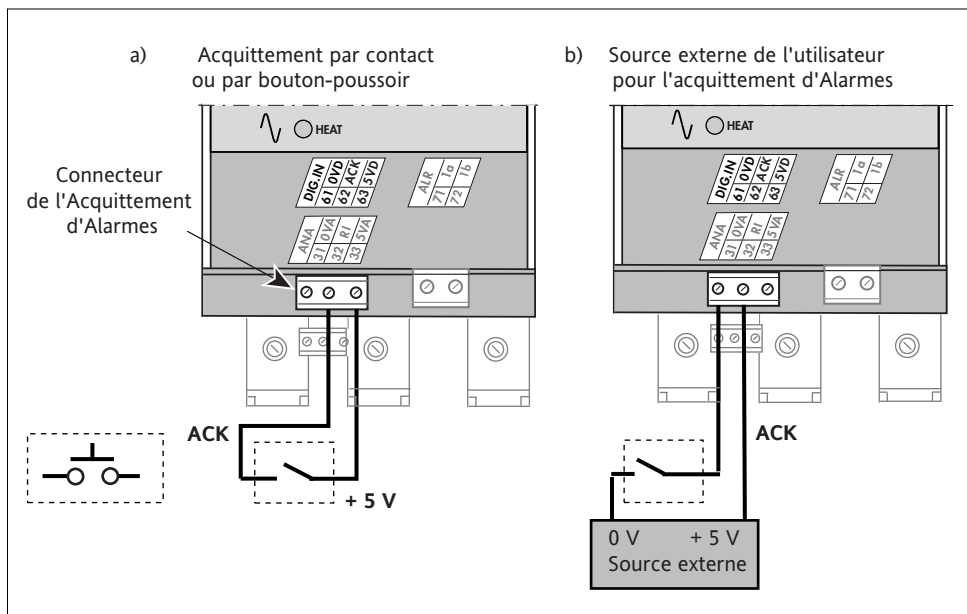

Figure 2-15 Exemple de branchement du contact externe de l'acquiescement d'alarmes
- en reliant par un contact la borne 63, désignée **5VD** (sortie + 5 V utilisateur) à l'entrée **ACK** (voir figure 2-15,a)
- en utilisant une source de **5 V externe** appliquée entre les bornes **0VD** et **ACK** (voir figure 2-15,b).